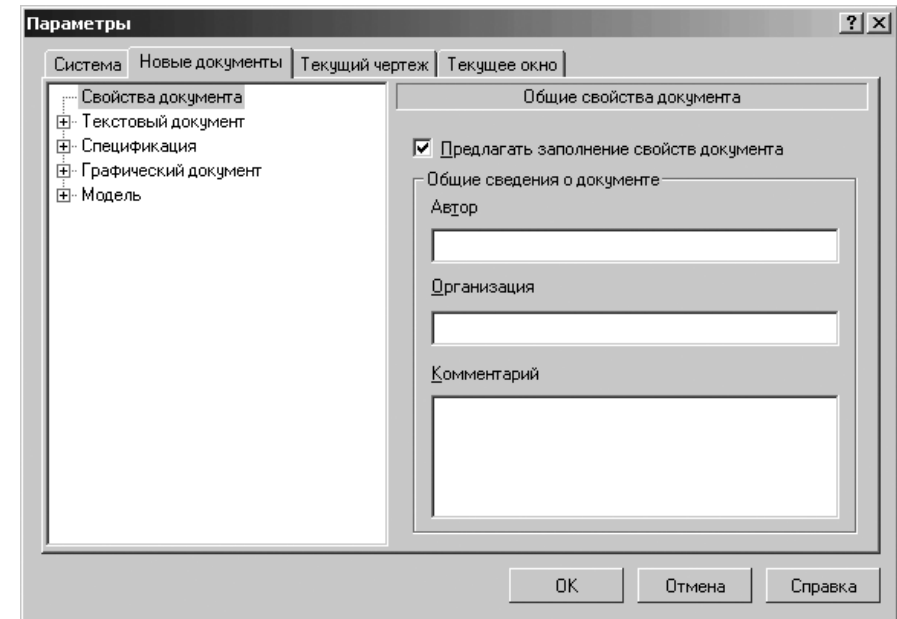

Рис. 10.1. Диалоговое окно **Параметры** с открытой вкладкой **Новые документы**
- щелкните в диалоговом окне **Параметры** по вкладке **Новые документы**. Откроется вкладка **Новые документы**, показанная на рис. 10.1.